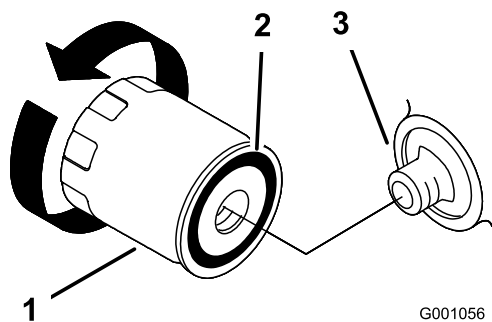

Figure 23
2. Déposez le filtre à huile usagé et essuyez la surface du joint de l'adaptateur (Figure 23).
3. Appliquez une fine couche d'huile neuve sur le joint en caoutchouc du filtre de rechange (Figure 23).
4. Posez le filtre à huile de rechange sur l'adaptateur, tournez le filtre dans le sens horaire jusqu'à ce que le joint en caoutchouc touche l'adaptateur, puis serrez le filtre de 2/3 de tour à 1 tour supplémentaire (Figure 23).